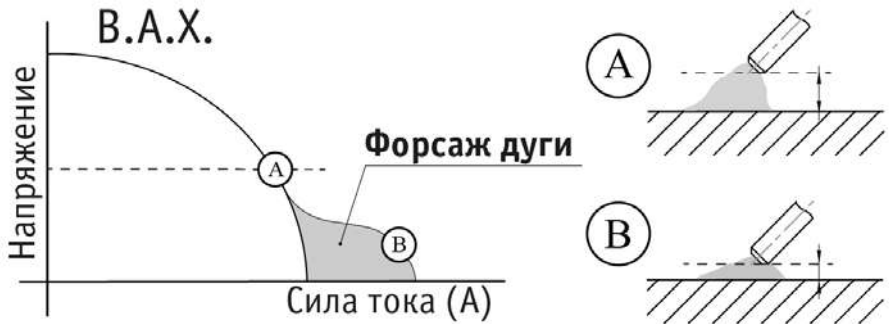

Рис. 6.4. Форсаж дуги.
**Форсаж дуги:** рекомендуется применять при сварке покрытыми электродами на малых токах. В процессе сварки происходит автоматическая регулировка силы сварочного тока, что уменьшает склонность к залипанию покрытого электрода к свариваемой детали (См. рис. 6.4).
7. Установите необходимое значение форсажа дуги (См. рис. 6.4).